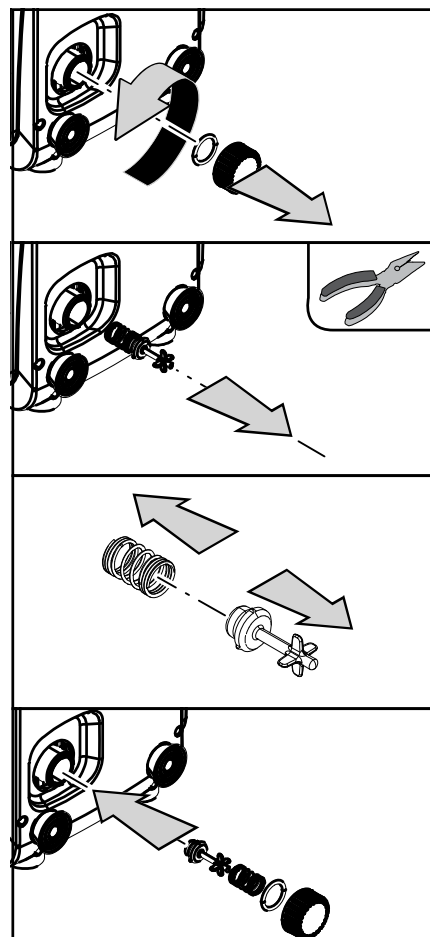

Fig. 19
3. ta oavsett bort avtappningspluggen på sidan E. Se till att O-ringen inte kommer bort (Fig.19);